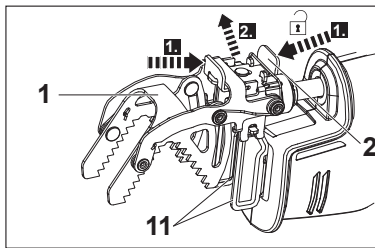

Fig. 11
1. Pour retirer, appuyez sur le levier de serrage [2] et retirez la griffe de maintien [1] du rail de support [11] (Fig. 11).